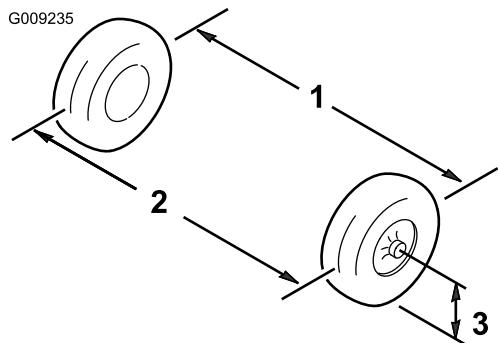

Figura 32
- Misurate la distanza tra i pneumatici anteriori all'altezza dell'assale, davanti e dietro le ruote (Figura 32).